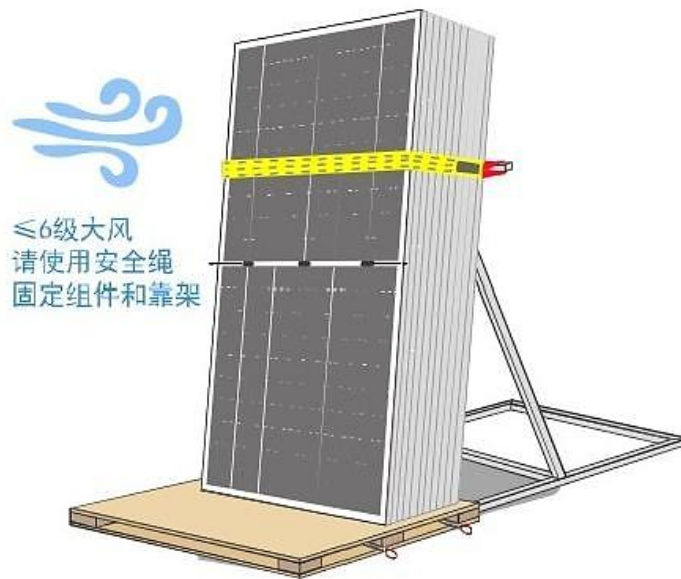

图12 安全绳将立放的组件与靠架进行固定
- 如果组件拆包后短时间内不进行安装，6级以内的大风天气（组件少于12片），则需要使用安全绳将立放的组件与靠架进行固定,如图12所示。